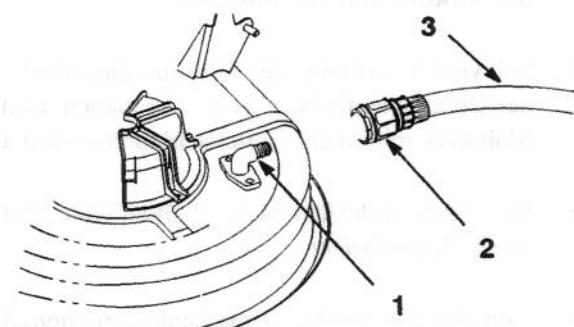

Bild 54
2. Den Anschluß (nicht mitgeliefert) am Waschan schlüßstutzen des Mähers anbringen und den Wasserhahn voll aufdrehen (Bild 54).